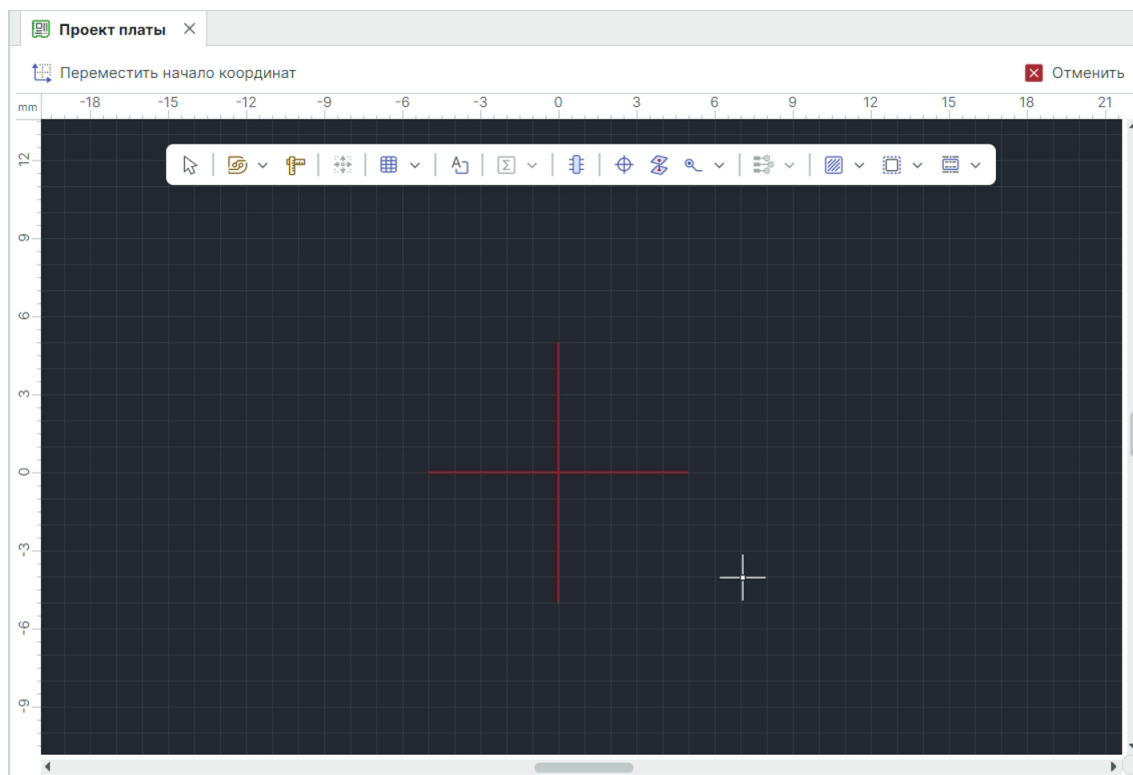

Рис. 68 Перемещение начала координат
2. Переместите курсор в нужную точку, при этом вид курсора должен измениться, и нажмите левую кнопку мыши, см. Рис. 68.